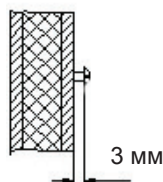

Рис.2
1.2 самореза вкрутить в деревянную стенку кабины в соответствии с указанными на рис. 3 размерами таким образом, чтобы между головкой винта и деревом оставалось прибл. 3 мм свободного пространства. (рис. 2)